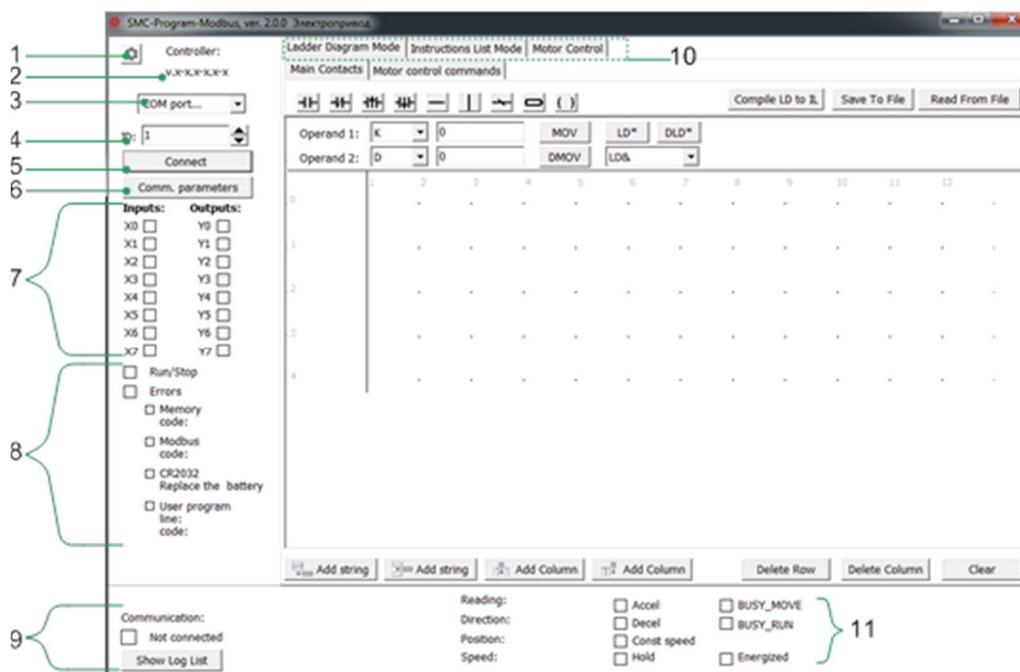
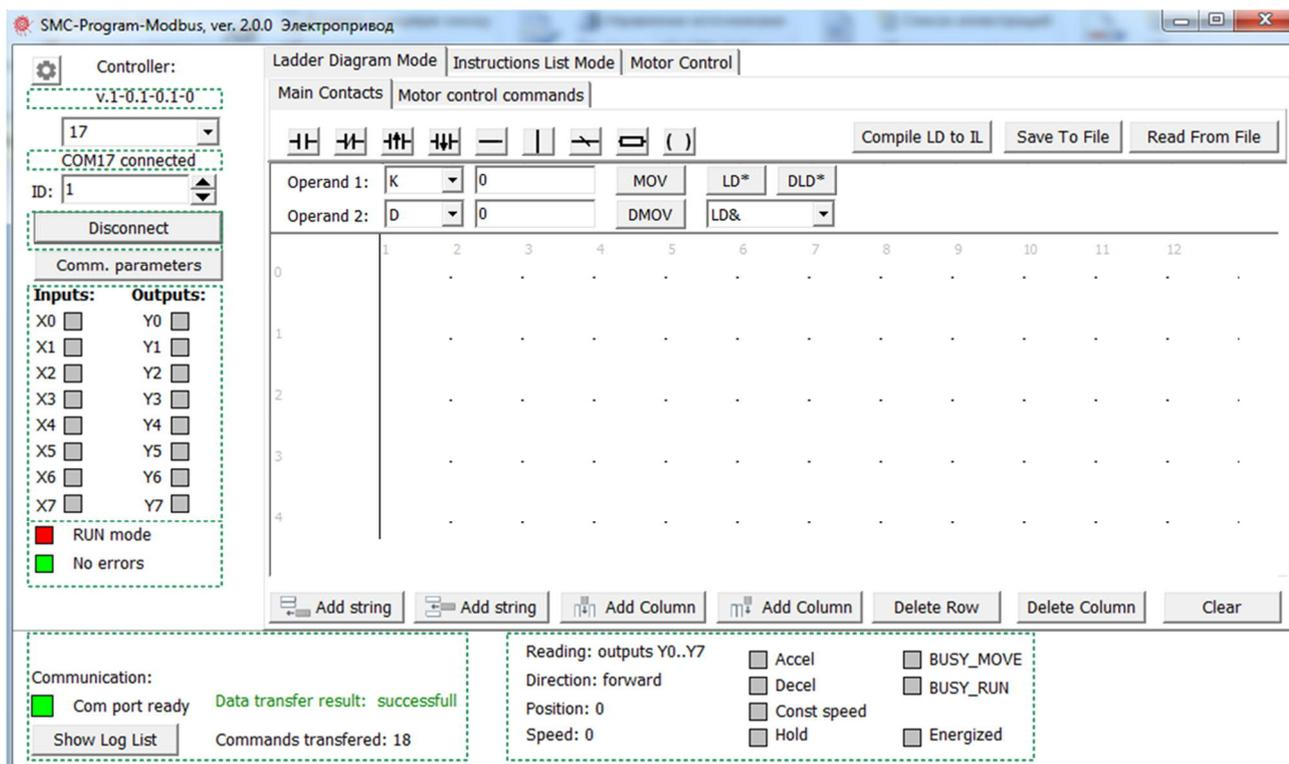
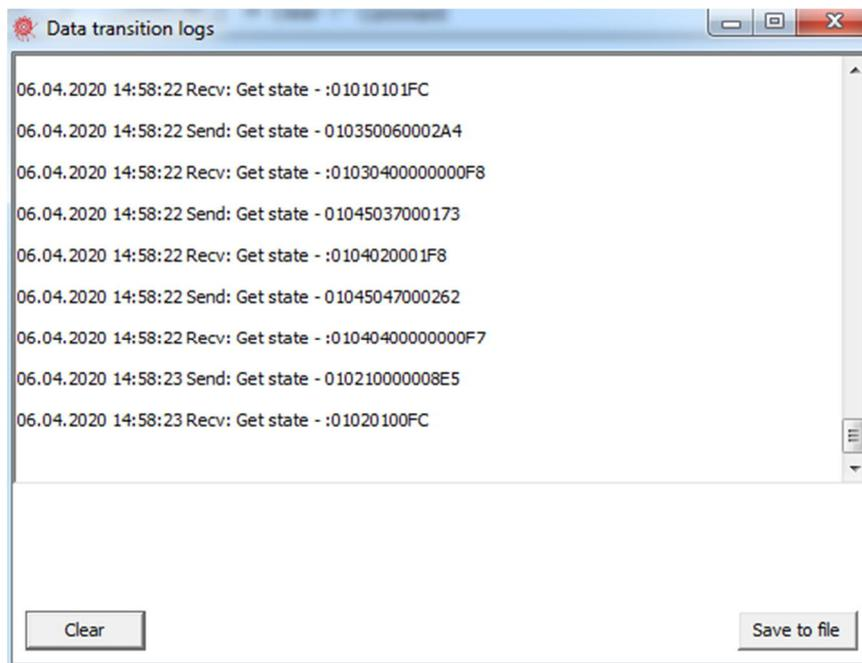
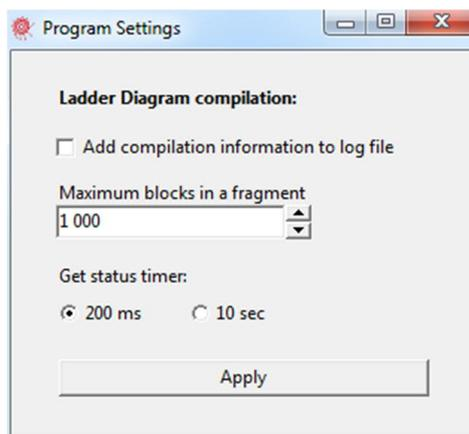

Рис. 1 – Окно программы SMC-Program-Modbus при запуске
Рис. 2 – экран программы SMC-Program-Modbus при успешном подключении контроллера.
Рис. 5 – окно логов передачи данных
Рис. 6 – дополнительные настройки программы.
Стартовое окно программы SMC-Program-Modbus показано на рис. 2.
Выберите номер COM порта (п. 3 на рис. 2) и ID номер контроллера (п. 4 на рис. 2) и нажмите кнопку «Connect» (п. 5 на рис. 2).
- Номер версии контроллера в поле «Версия контроллера» (п. 2 на рис. 2).
- Появится надпись «COM xx connected» (xx – номер порта) ниже окна выбора номера порта (п. 3 на рис. 2).
- Название кнопки «Connect» (п. 5 на рис. 2) изменится на «Disconnect». При нажатии кнопки «Disconnect» связь с контроллером будет разорвана, COM порт будет закрыт.
- В блоке «Информация о состоянии входных/выходных сигналах контроллера» (п.7 на рис. 2) отобразится их фактическое состояние.
- В блоке «Информация о состоянии RUN/STOP контроллера и о наличии ошибок» (п.8 на рис. 2) отобразится фактическая информация, считанная из контроллера.
- В блоке «Информация о процессе передачи данных между ПК и контроллером (п. 9 на рис. 2)» загорится зеленый индикатор «Com port ready», отобразится статус последней переданной команды «Data transfer result: successful», отобразится количество успешно переданных команд при подключении «Commands transferred: 18». (В момент подключения программа считывает настройки контроллера. Количество команд может меняться в зависимости от версий контроллера и программы).
- В блоке «Информация о текущем состоянии привода» (п.11 на рис. 2) отобразится информация о состоянии двигателя, скорости вращения, текущем положении.
Контроллер имеет USB и RS-485 интерфейсы для обмена данными с ПК и ПЛК. Оба интерфейса имеют одинаковый доступ к регистрам и битовым операндам контроллера. USB интерфейс является виртуальным COM портом (VCP) и преимущественно предназначен для конфигурации контроллера и записи пользовательской программы, поэтому имеет фиксированные параметры связи: Modbus ASCII, ID 1, 115200 бод/с, 7, Even, 1. Для RS-485 вариации параметров указаны в приложении А «Параметры связи интерфейса RS485» руководства по эксплуатации. Параметры обмена по RS-485 можно изменить в окне «Communication parameters» (рис. 5). Чтобы вызвать это окно необходимо нажать кнопку «Comm. parameters» (п.611 на рис. 2) в главном окне программы.
При успешном подключении контроллера автоматически начинается обмен данными с ПК. Программы SMC-Program-Modbus первоначально считывает из контроллера основные настройки для отображения их в программе. Затем начинается опрос в цикле состояния входов/выходов, наличие ошибок, состояние двигателя, текущие значения скорости и положения. В главном окне программы информация об успешном обмене данными с контроллером или о возникновении ошибок отображается в разделе «Communication» в главном окне программы (п. 9 на рис. 1).
Надпись «Com port ready» означает, что COM порт открыт и готов к приему/передаче данных. Надпись «Data transfer result: successfull» и зеленый индикатор указывают на штатную работы и стабильную передачу данных. В случае ошибок приема/передачи, цвет индикатора меняется на красный, надпись изменяется на «Data transfer result: failed». Если в течение нескольких секунд процесс приема/передачи данных не восстанавливается автоматически, необходимо переподключить порт (нажать кнопку «Disconnect», а затем «Connect» (п.5 11 на рис. 2). Если после переподключения процесс приема/передачи не восстанавливается, необходимо проверить контроллер и физическое подключение к компьютеру.
Пакеты обмена данными контроллера с ПК можно увидеть в окне «Data transition logs» (Рис. 5Рис. 5 – окно логов передачи данных). Чтобы вызвать данное окно, необходимо нажать кнопку «Show Log List» в блоке «Communication» в главном окне программы (п. 9на рис. 1).
В окне логов отображаются все данные – и переданные команды управления, и команды опроса состояния, который имеет периодичность 200 мс. Если требуется увеличить период отправки опроса состояния (например, для сокращения количества пакетов опроса состояния и более удобного просмотра пакетов управляющих команд), можно сделать это из основного окна программы через окно «Program settings» (Рис. 6), которое можно вызвать кнопкой «Вспомогательные настройки программы» (п. 1на рис. 1).
Для перехода в режим управления приводом в реальном времени (Direct Control) необходимо выбрать вкладку «Motor Control» в верхней части основного окна программы (п. 10 на рис. 1).
Управление в режиме Direct Control возможно, только когда привод находится в состоянии RUN (тумблер RUN/STOP на передней панели контроллера в положении RUN) и при отсутствии ошибок в программе контроллера. Информация о текущем состоянии контроллера (RUN или STOP) и о наличии ошибок отображается в левой части основного экрана в блоке «Информация о состоянии RUN/STOP контроллера и о наличии ошибок» (п. 8 на рис. 1).
Кнопка «Reverse» предназначена для изменения направления движения на противоположное. Реверсирование движения возможно с задержкой. Для работы кнопки период опроса статуса должен быть 200 мс (см. Рис. 6. выше).